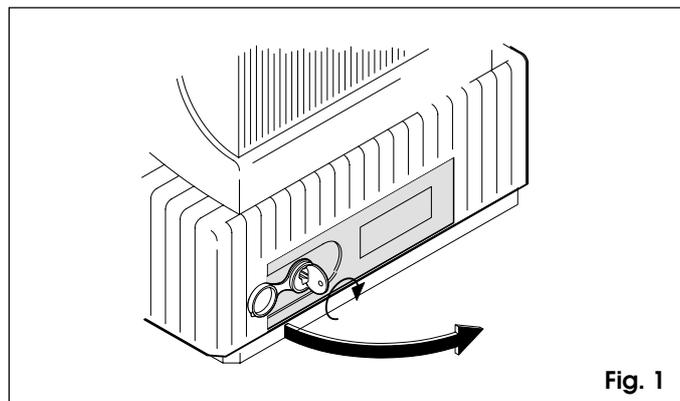

Fig. 1
Si fuera necesario accionar la cancela manualmente a causa de un corte de corriente o de un fallo del automatismo, accionar el sistema de desbloqueo (fig. 1 - ref. 6) de la manera siguiente:
- Quitar el tapón de protección e insertar la llave en la cerradura (fig. 1).
- Girar la llave hacia la derecha y abrir la portezuela del sistema de desbloqueo (fig. 1).